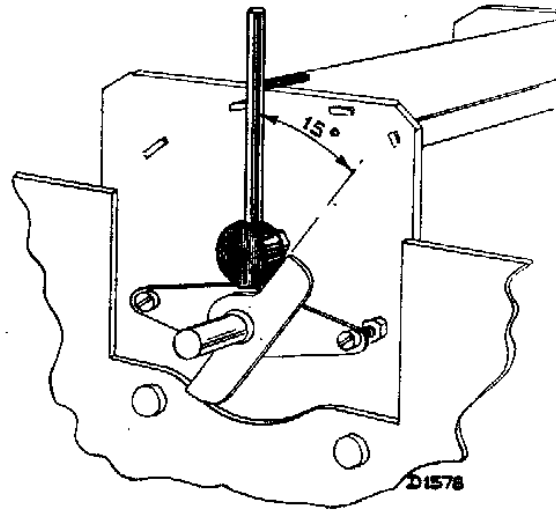

Abb. 3
1.  $15^\circ$ -Lehre einsetzen (Abb. 3) und Abstimm-